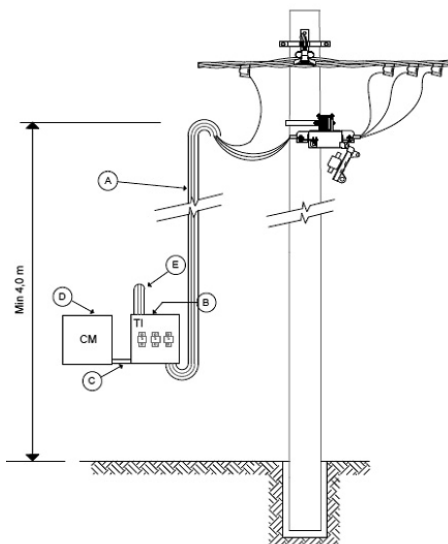

Fig.1. Acometida sobre fachada desde red aérea
- Caño de PVC semipesado de diámetro interior mínimo de 75 mm para el pasaje de los conductores de interconexión entre la caja de transformadores de intensidad y el tablero principal del usuario. (Ver Fig.1. Acometida sobre fachada desde red aérea).